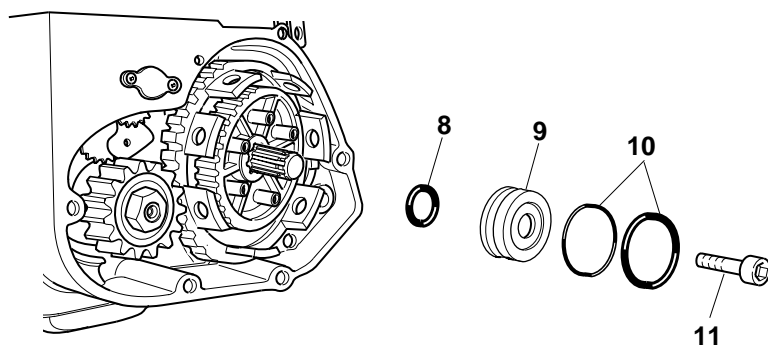

Fig. 41
5. Inserire l'anello di tenuta "8" (Fig. 41) nella cava dell'albero primario del cambio.
6. Montare il pistone frizione "9" completo di O.R. "10" mediante il bullone forato "11" con una goccia di **Loctite** (Fig. 41).
5. To install the seal ring " 8" (Fig. 41) in quarry of primary gear-shift.
6. To place the cluth piston "9" complete of O.Ring "10" by means of pierced bolt "11" with a drop of LOCTITE (Fig. 41).
5. Dichtungsring "8" (Abb.41) in den Nute der Hauptwelle einsetzen.
6. Kupplungskolben "9" mit O-Ringen "10" durch Lochmutterschraube "11" und einen Tropfen von Loctite (Abb.41) einbauen.
5. Insérer la bague d'étanchéité "8" (fig.41) dans la rainure de l'arbre primaire.
6. Monter le piston embrayage "9" avec bagues O.R. "10" au moyen du boulon percé "11" et avec une goutte de Loctite (fig.41).